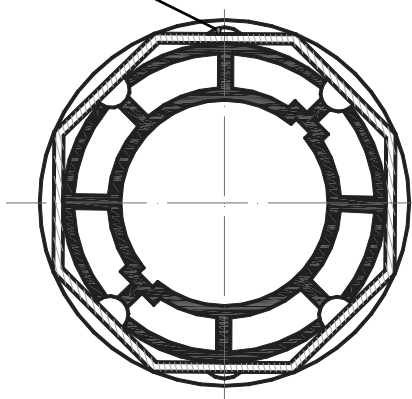
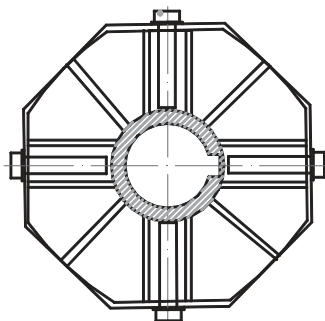

Рис.2. Крепление внутреннего адаптера
Рис.3. Крепление внешнего адаптера
- вставить привод внутрь вала таким образом, чтобы сдвоенные ребра жёсткости на внешнем адаптере совпали с ранее отмеченной гранью вала (см. рис.3);
- плотно совместив вал с приводом, закрутить крепежные болты для внешнего адаптера (см. рис.3) и 2 самореза как показано на рис.2 для внутреннего адаптера.